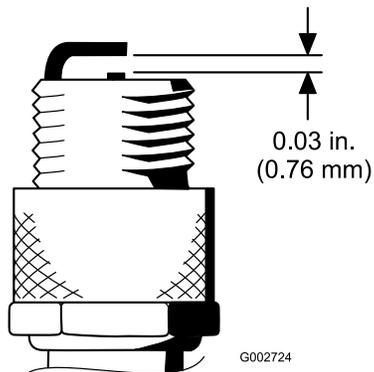

Рисунок 45
4. Воздушный зазор между центральным и боковым электродами должен быть выставлен равным 0,76 мм (Рисунок 45).